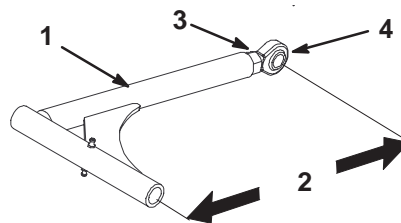

Figure 63
- Pour les régler, desserrez l'écrou de blocage et tournez la rotule dans le sens anti-horaire, un tour à la fois. (Fig. 63).
- Réglez chaque côté de la même façon. La longueur nominale de chaque bras de poussée doit être de 389 mm (Fig. 63).